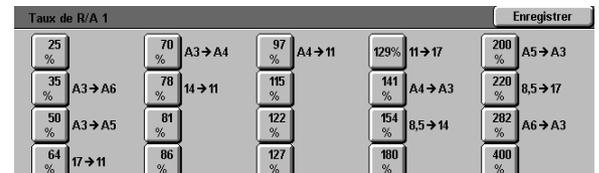

Figure 45 : Ecran Taux de R/A prédéfini
- 1 A partir de l'écran Outils, appuyez sur la touche **Qualité image** pour afficher l'écran correspondant (figure 45).